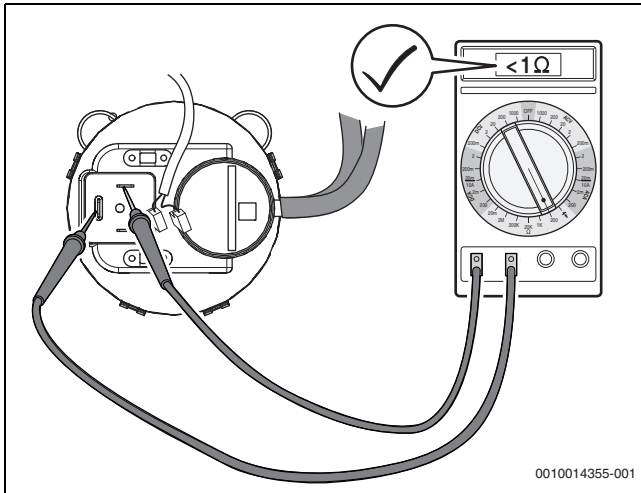
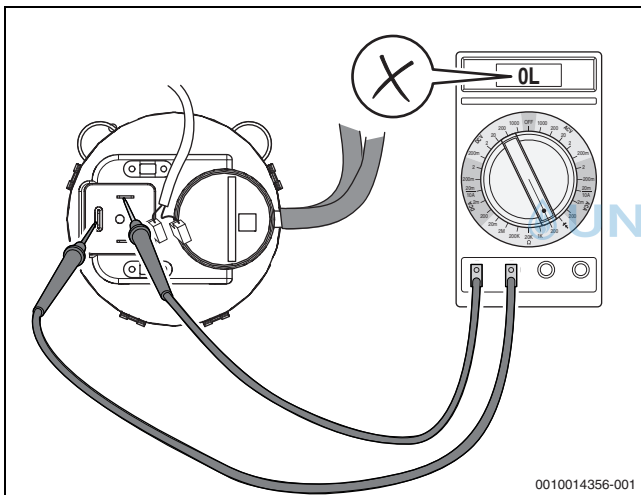

Bild 66 Differenzdruckwächter auf Durchgang prüfen (Differenzdruckwächter in Ordnung)
Bild 67 Differenzdruckwächter auf Durchgang prüfen (Differenzdruckwächter **nicht** in Ordnung)
- Elektrische Anschlussleitungen am Differenzdruckwächter abziehen und Widerstand an den Kontakten messen (→Bild 66). Wenn der gemessene Wert  $< 1\text{ Ohm}$  beträgt (oder Signalton, je nach Messgerät), ist der Differenzdruckwächter in Ordnung. Wenn kein Wert oder ein Widerstand  $> 1\text{ Ohm}$  angezeigt wird (→Bild 67), Differenzdruckwächter austauschen.